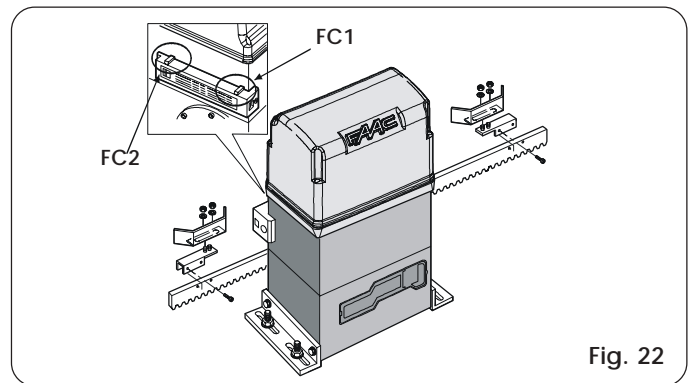

Fig. 22
- 1) Assemblare il finecorsa centrando il lamierino rispetto ai perni filettati del supporto (fig. 22).